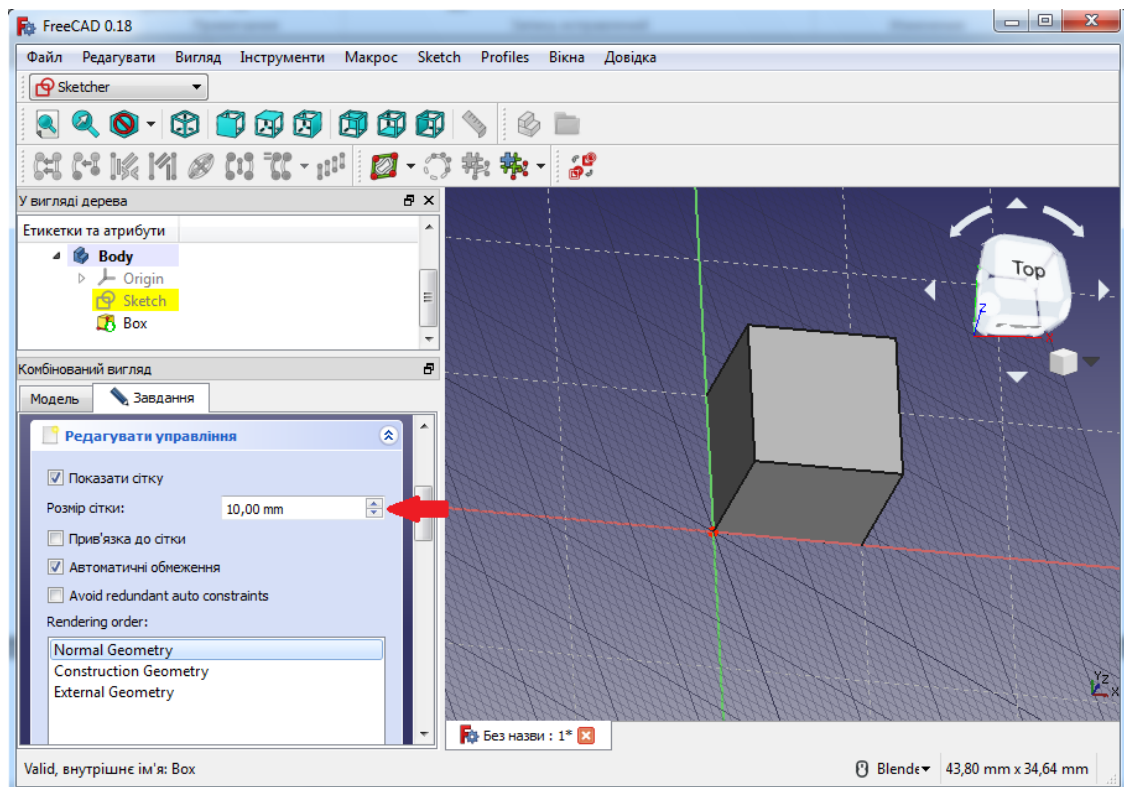

Рисунок 16 – Робота з опцією **Show grid**
4. Під панеллю задач з'явилися нові опції. Тут є можливість змінити властивості сітки. Перевірте всі параметри сітки і встановіть розмір сітки 10 мм. Зняття прапорця «**Show grid**» (Показати сітку) буде приховувати сітку, а «**Grid size**» (Розмір сітки) буде змінювати її інтервал. Вибір опції «**Grid Snap**» автоматично прив'язує точку до найближчого перетину (рисунок 16).